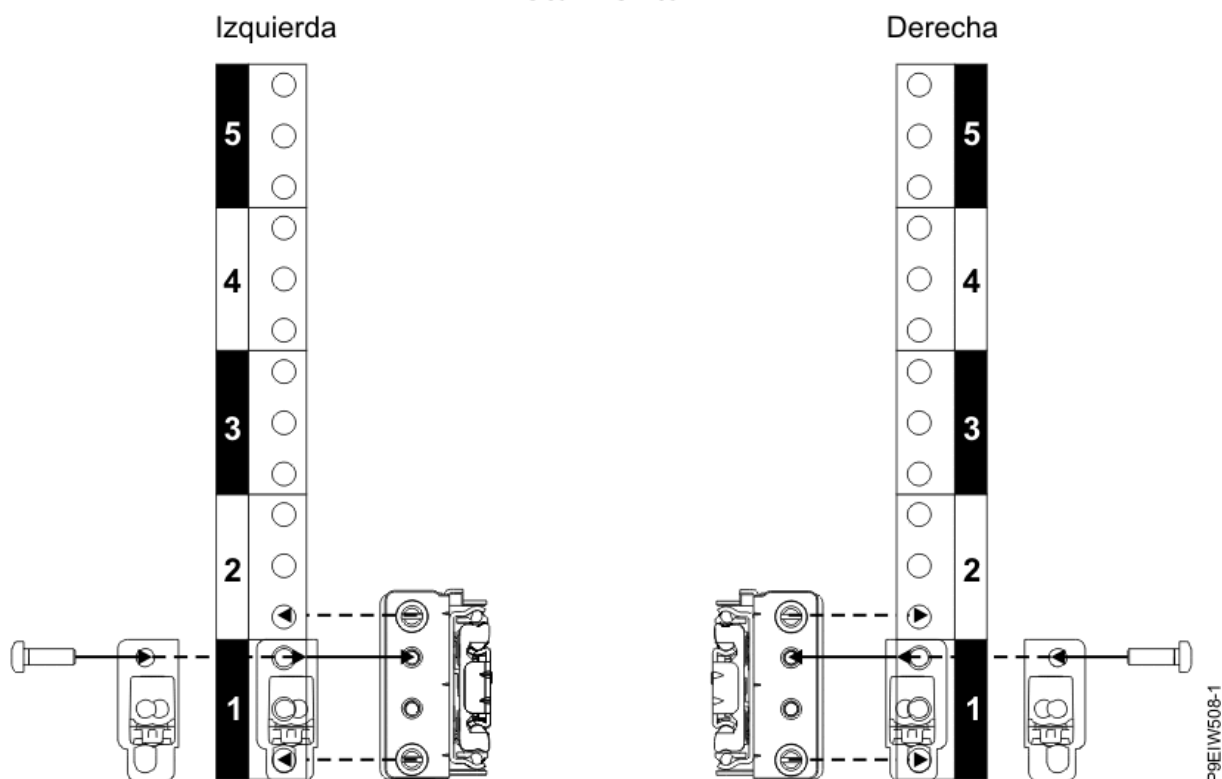

Figura 4. Fijación de los rieles deslizantes a la parte frontal del bastidor
2. En la parte frontal del bastidor, coloque el riel deslizante izquierdo **(C)** entre los estándares de montaje EIA del bastidor posterior y frontal del lado izquierdo, tal como se muestra en la Figura 4 en la página 6.
5. Coloque la abrazadera del pestillo de golpe (**B**) de forma que cubra el espacio del EIA frontal del riel deslizante tal como se muestra en la Figura 4 en la página 6.
7. Repita los pasos de “1” en la página 5 a “6” en la página 6 para el riel deslizante derecho (**D**) tal como se muestra en la Figura 4 en la página 6. El riel deslizante derecho tiene estampado un identificador R en la ubicación frontal interna.